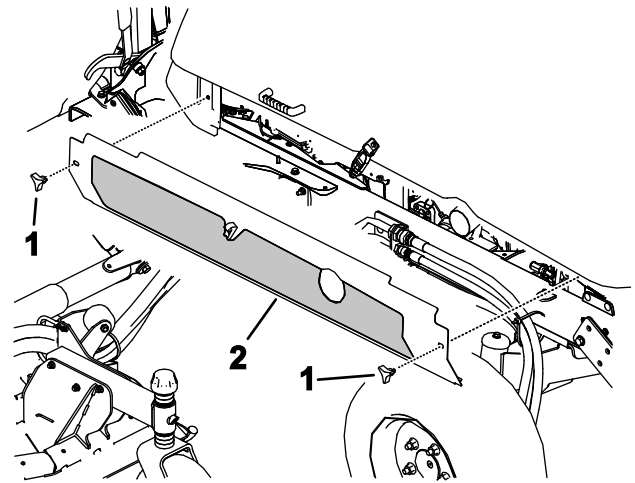

Bild 113
4. Lösen Sie die Handräder und entfernen beide Seitenabdeckungen (Bild 113).
5. Montieren Sie die seitlichen Abdeckungen (Bild 113).